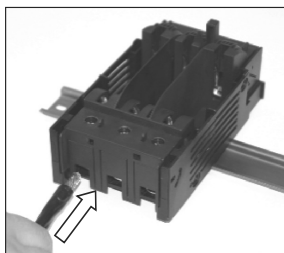

Figura 14
- Fije los conductores (Figura 14);
- Fije los conductores a lo clamp (Figura 14);